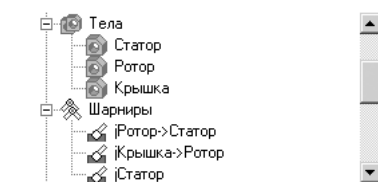

Рис. 2.86. Раскрытые пункты **Тела** и **Шарниры** в **Дереве элементов** после конвертации сборки **Мотор**
- щелкните в **Дереве элементов** по знакам плюс **+** перед пунктом **Тела** и **Шарниры**. Раскроются указанные пункты, и появятся тела и шарниры сборки **Мотор**, см. рис. 2.86.